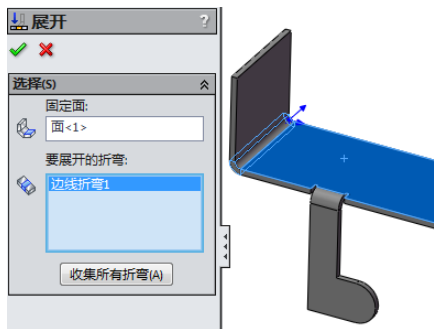
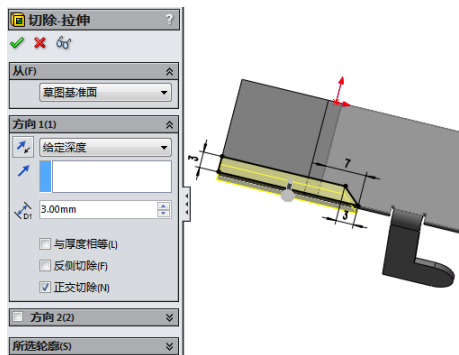

图 7-103 展开指定的折弯
图 7-104 设置“切除-拉伸”参数
① 单击“钣金”工具栏中的“展开”按钮, 或执行“插入”→“钣金”→“展开”菜单命令, 打开“展开”属性管理器。设置展开选项如图 7-103 所示。
② 选择基体法兰的固定面, 单击“草图绘制”按钮, 在其上新建一草图。
③ 使用草图绘制工具绘制拉伸切除草图。单击“特征”工具栏中的“拉伸切除”按钮, 或执行“插入”→“切除”→“拉伸”菜单命令, 设置拉伸深度为 10mm, 将所绘制的轮廓切除下去, 如图 7-104 所示。